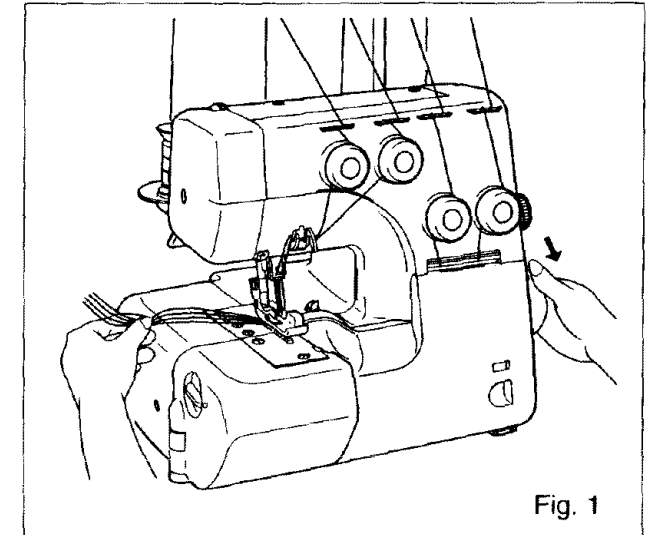
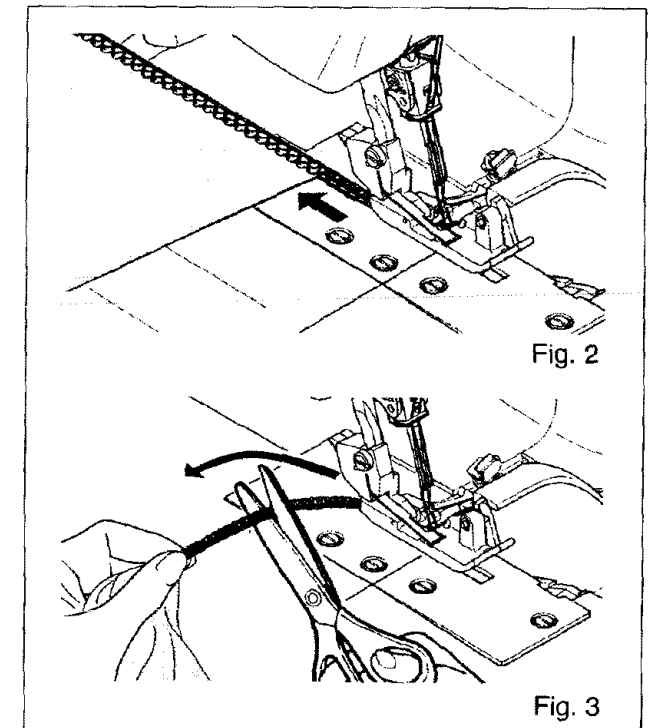

Fig. 1
Fig. 2
1. Gently pulling all the threads to the left, lower the presser foot. Rotate the hand wheel towards you a few times to see if the lock stitches are properly formed. (Fig. 1)
2. Start the machine at low speed and feed in test fabric under the presser foot by slightly pushing it forward. (This can be done with the presser foot down on most fabrics except bulky materials.) Guide the fabric gently as machine automatically feeds the material. (Fig. 2)
1. Tirando suavemente de todos los hilos a la izquierda bajar el pie prensatelas. Girar el volante manual hacia usted unas pocas veces para ver si el sobrehilado está formado adecuadamente. (Fig. 1)
2. Arrancar la máquina a baja velocidad y avanzar el tejido de prueba debajo del pie prensatelas tirando ligeramente hacia adelante. Guiar el tejido suavemente mientras la máquina avanza automáticamente el material. (Fig. 2)
1. Cut off existing threads near the spools (Fig. 1). Tie the cut ends to thread from new spools as illustrated (seamen's knot), (Fig. 2).
1. Cortar los hilos existentes cerca de los carretes (Fig. 1). Ate los bordes cortados al hilo de los nuevos carretes como ilustrado. (Nudo de marineros), (Fig. 2)